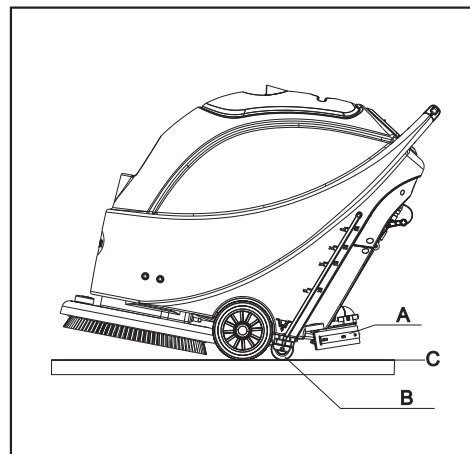

FIGURA 12
8. Suelte el interruptor de seguridad (1) para desactivar el soporte del cepillo/almohadilla y la válvula de solenoide.
9. Presione el interruptor de aspiración (42) a la posición "Off", y la aspiración se retrasará durante 5 segundos antes de detenerse.
10. Presione el interruptor de control de solución (44) a la posición "Off" para detener completamente el flujo de la solución.
11. Presione el interruptor de encendido (41) en la posición "Off" (apagado).
12. Use el mango de elevación de la escobilla (14) para levantar la escobilla.
13. Tome el mango (2) e incline suavemente la máquina hacia atrás hasta que la rueda de guía (B) toque el suelo. Consulte la figura 12.